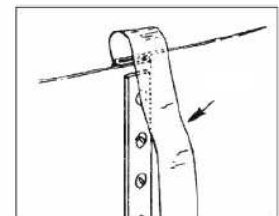

fig. 16
- Couvrez le joint et les têtes à boulon à l'intérieur de la paroi avec le ruban en PVC afin de protéger le liner de la friction avec ces objets étant ceux-ci la cause principale de dommages du liner (Fig. 16). Le ruban doit être collée (avec de la colle pour PVC) pour assurer que les bords affilés comme par exemple les boulons, restent complètement couverts.